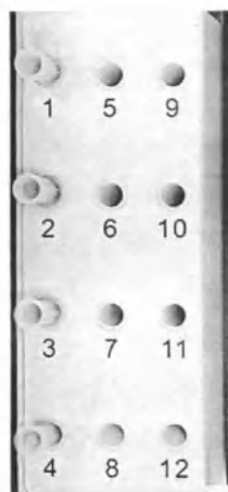

Рисунок 5 – Установка наконечников одноразовых для переноса жидкости
1) Установите наконечники одноразовые для переноса жидкости в пазы острым концом вниз, начиная с первой позиции. Наконечники должны быть установлены ровно (Рисунок 5).